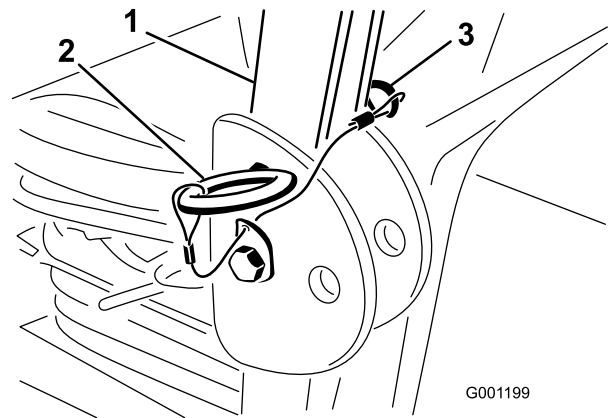

Bild 8
1. Nehmen Sie die Splints und die beiden Stifte vom Überrollbügel ab (Bild 8).
2. Richten Sie den Überrollbügel ganz auf und setzen zwei Stifte ein. Befestigen Sie die Stifte mit den Splints (Bild 8).